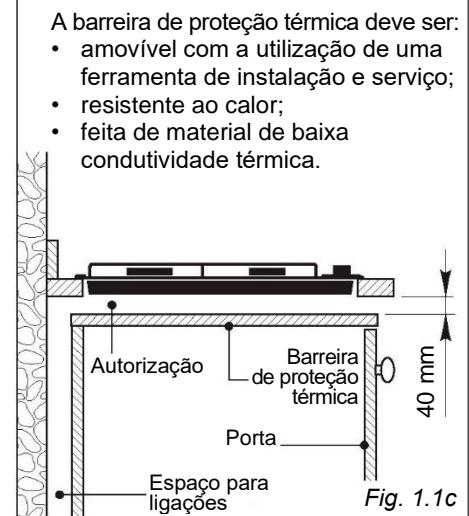

Fig. 1.1c
- Se a base da placa de cozinha for acessível através de um armário ou espaço de gaveta após a instalação, deve ser instalada uma barreira de proteção térmica por baixo da base da placa de cozinha, como indicado na fig. 1.1c.